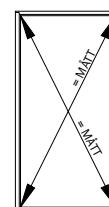

Fig 5.
3) Fogen mellan vägg och glasparti får inte vara större än 20 mm och skall drevas noggrant från båda sidor (Fig. 5). Om glaspartiet är brandklassat skall isoleringsmaterialet vara obrännbart. Om glaspartiet är ljudklassat skall det kompletteras med fogmassa på en sida.